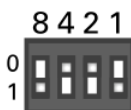

Abbildung 7: Wertigkeit der einzelnen Schalter
5. Stellen Sie mit den vier DIP-Schaltern im Schalterblock S1 die ID ein. Dabei entspricht jeder Schalter einem Bit einer vierstelligen Binärzahl (siehe Abbildung 7).